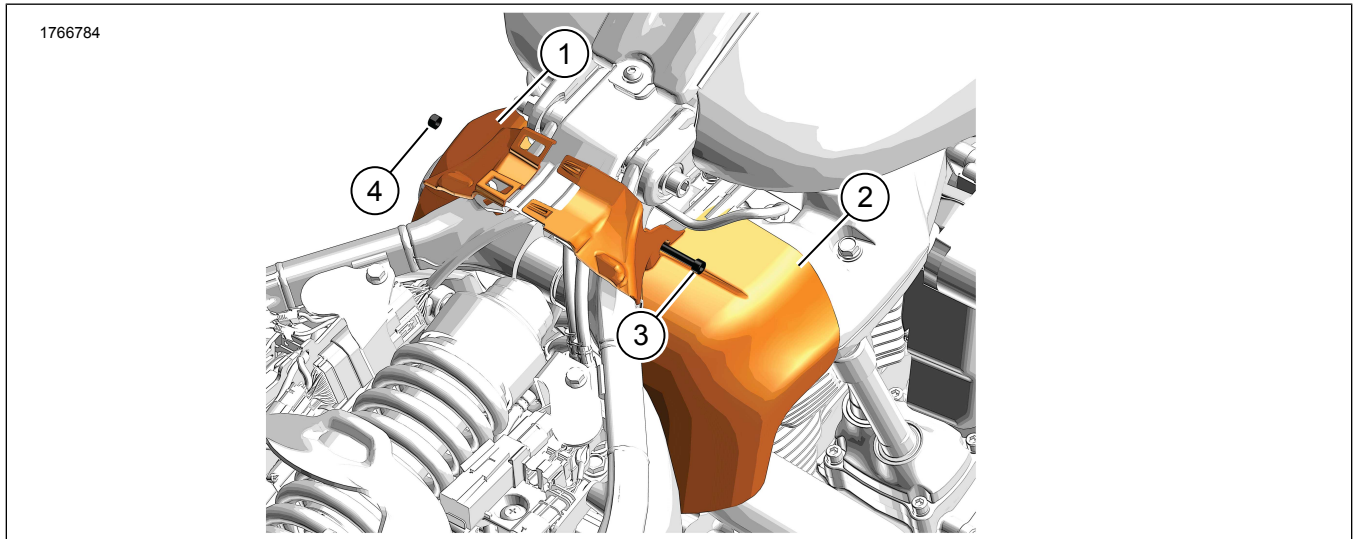

Figure 1. Contenu du kit : Déflecteur d'air du cadre central
- a. Faites glisser le déflecteur droit (2) dans le déflecteur gauche (1) pour engager les pressions.
2. Voir la figure 1. Installer la vis (2), de droite à gauche, et l'écrou (4). Serrer.